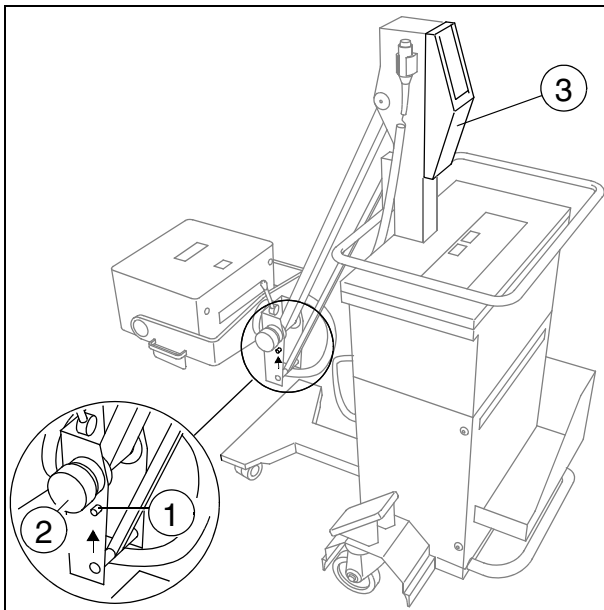

Fig. 7
- Tragarm aus der (Fahr-) Parkposition lösen (1/Fig.7)
Dabei muß der Tragarm ohne angesetztes Zubehör und ohne angezogene Zusatzbremse (2/Fig.7) in jeder beliebigen Stellung stehen bleiben.
- Zusätzliche Fixierung des Tragarms mit dem Drehgriff (2/Fig.7) prüfen.
- Am Stativ Abdeckung (3/Fig.7) abnehmen.
- Zusatzbremse am Tragarm (2/Fig.7) vollständig lösen.
- Am Stativ Abdeckung (3/Fig.7) anbringen.